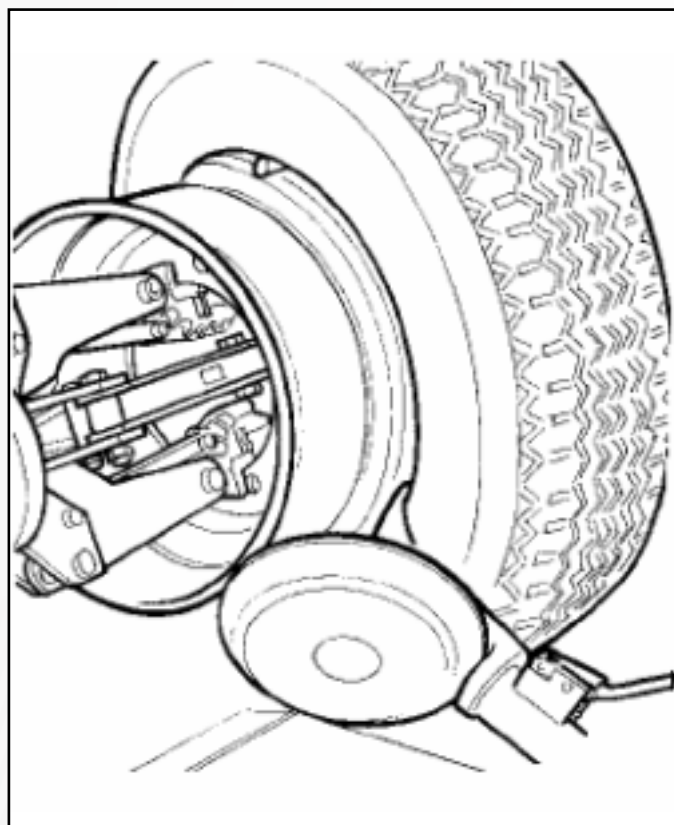

Рисунок 21
4) Перемещайте съемный рычаг вперед, пока красная точка не будет на одной линии с внешним краем диска на расстоянии 5 мм от него (см. рис.21). Установите переносной блок управления в рабочее положение «с».
9) Поверните рычаг на 180° при помощи рукоятки (см. рис.21).